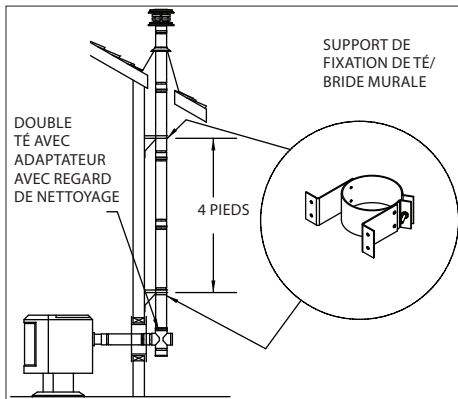

Figure 4
**4.** Si vous souhaitez faire une installation verticale extérieure et que la sortie du conduit de fumée est à l'arrière du poêle **Figure 4** :